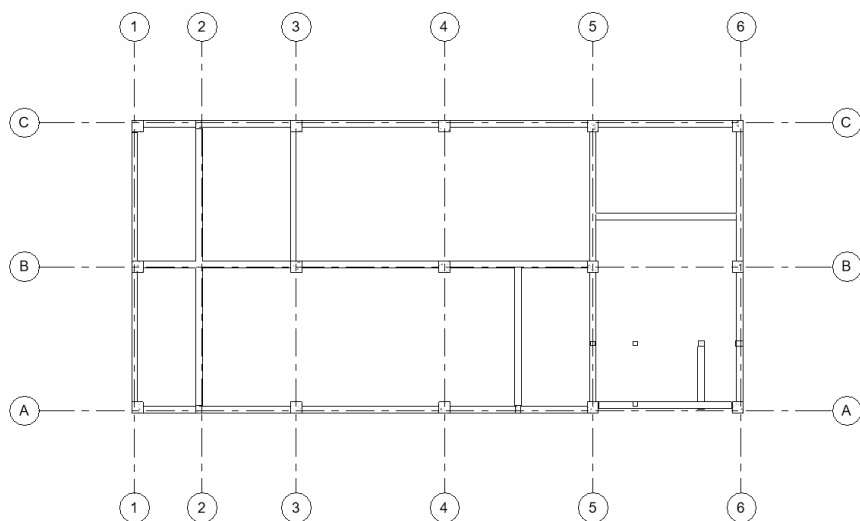

图 15-41 绘制“250×650mm”梁
(9) 根据轴网和柱,绘制如图 15-41 所示“250×650mm”的梁。